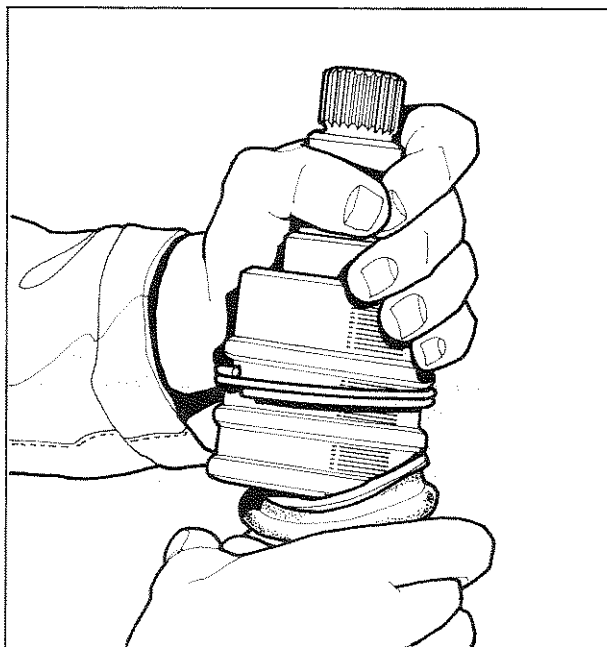

Fig. 7
- Mettre en place la tulipe munie de son capot métallique (fig. 7).